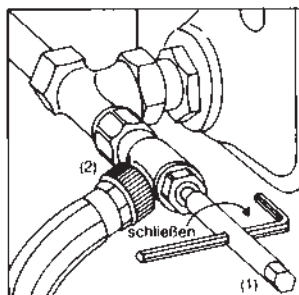

Bild 7
- 4.2 После заполнения надеть шестигранный ключ № 10 (1) на инструмент для заполнения и опорожнения (2) и завернуть шток вентиля, поворачивая ключ вправо (рис. 7).